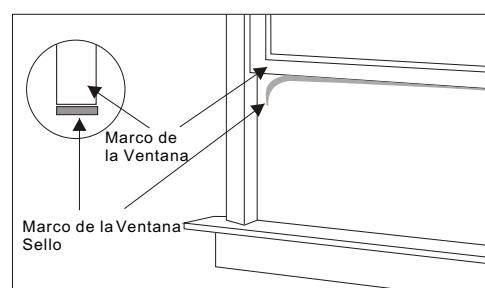

Fig. 9
D. Corte la primera sello para que quepa en la parte inferior del marco de la ventana. Quite el revestimiento de la tira y péguéla al marco. Vea la (Fig. 9).